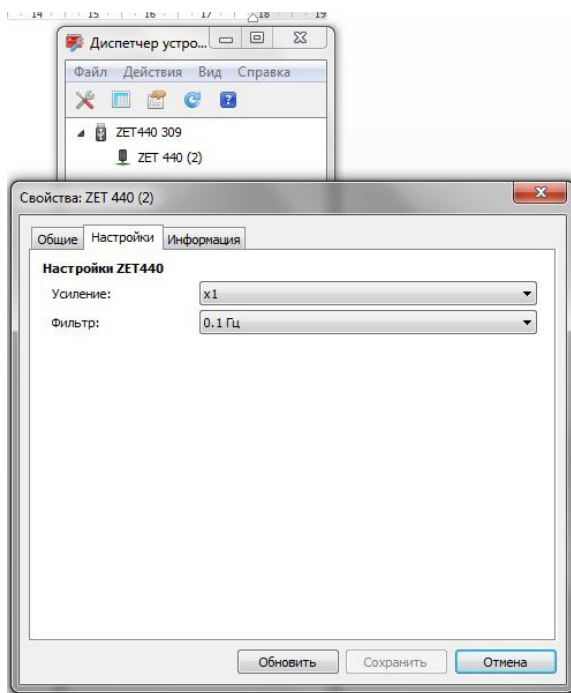

Рисунок 9. Вид вкладки «Настройки»
- выбрать вкладку «Настройки» (рис. 9);